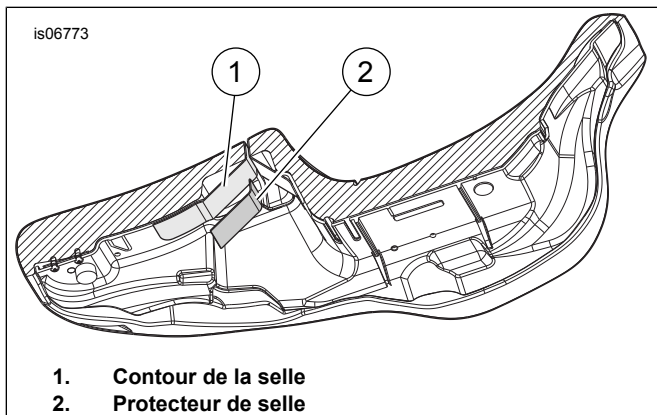

Figure 9. Dessous de la selle
13. Consultez Figure 9 . Noter que la forme de la surface du protecteur de selle (2) couvrira et façonnera doucement le protecteur pour mieux l'ajuster aux contours (1) de la selle.